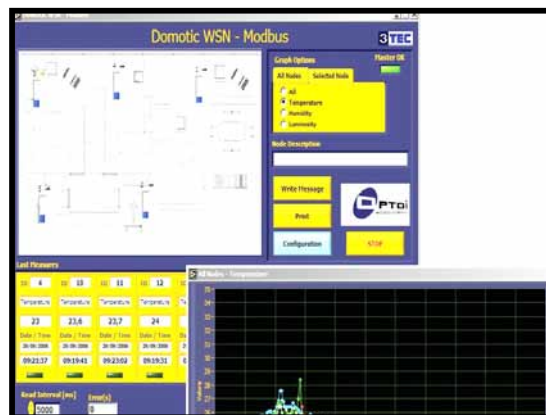

Fig. 3 - L'applicativo Domotic WSN
- l'aggiornamento di un sinottico grafico (fig. 3). I nodi vengono rappresentati graficamente all'interno di un sinottico.